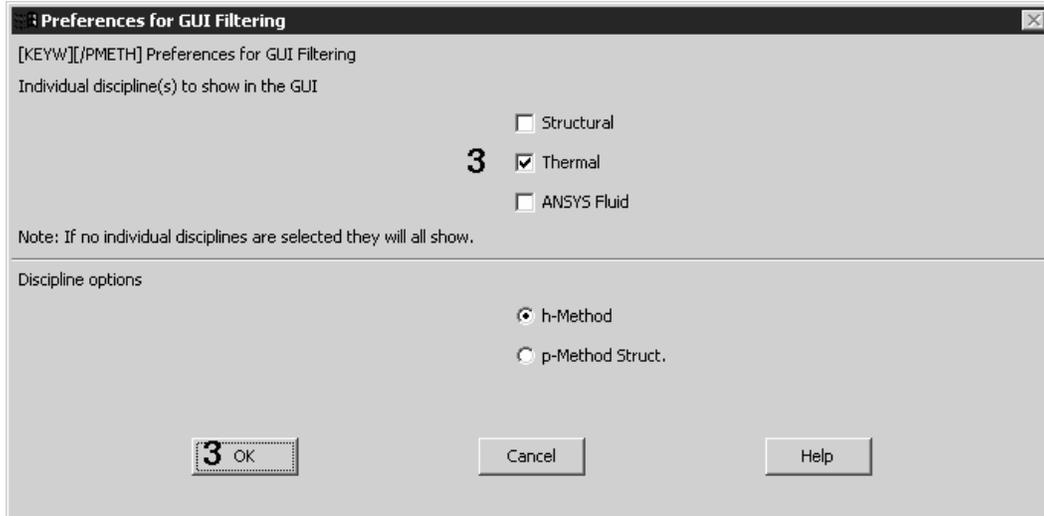

图 12.4 指定分析范畴
3. 选取菜单路径 Main Menu | Preference，将弹出 Preference of GUI Filtering (菜单过滤参数选择)对话框，如图 12.4 所示。单击对话框中的 Thermal (热)复选框，选中 Thermal 选项，以便 ANSYS 的主菜单设置为与热分析相对应的菜单选项。单击 按钮，完成分析范畴的指定。